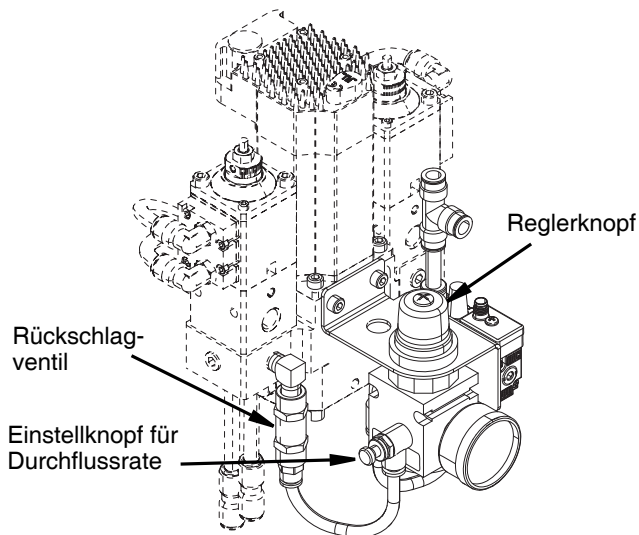

ABB. 17
2. Die Durchflussrate einstellen durch Drehen des Einstellknopfs für die Durchflussrate im Uhrzeigersinn drehen, um den Durchfluss zu erhöhen, oder gegen den Uhrzeigersinn, um den Durchfluss zu verringern. Siehe ABB. 17.